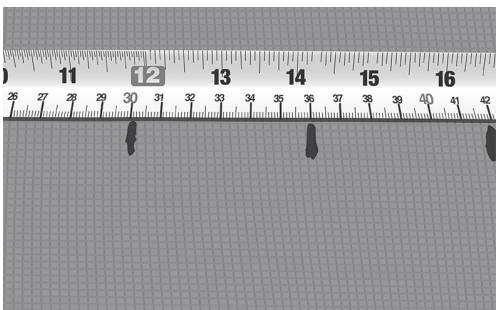

Fig. 4. Marker senteravstanden (c-c)
6. Marker den beregnede senteravstanden på veggen, armeringsnettet eller lignende (Fig. 4).